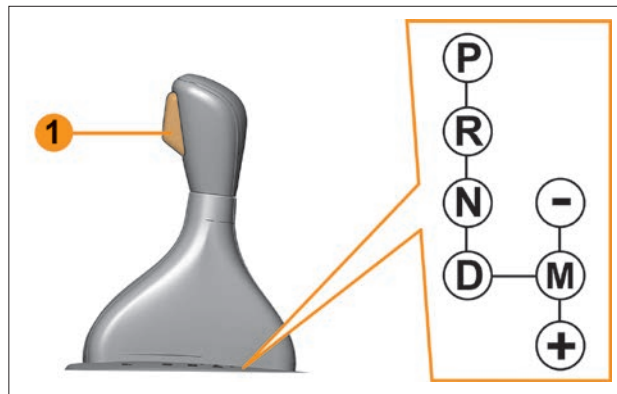
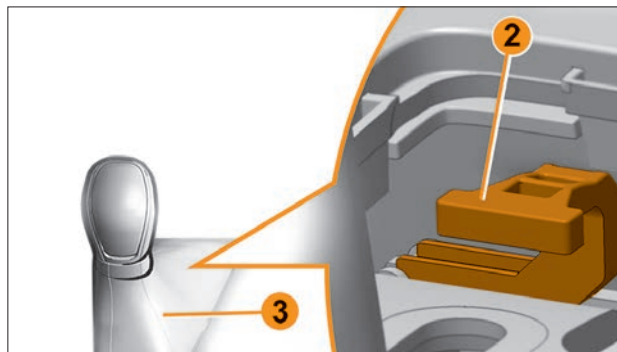

Рис. 5.6.1. Рычаг переключения передач автоматической трансмиссии
Рис. 5.6.2. Кнопка разблокировки рычага переключения передач автоматической трансмиссии
Нажмите на педаль тормоза и, нажав на кнопку расфиксации **1** (рис. 5.6.1), переведите рычаг переключения передач в положение **D**, при этом можно почувствовать небольшой толчок (при низких температурах эффект может усилиться), отпустите педаль тормоза и, медленно нажимая на педаль акселератора, начните движение. В большинстве случаев при обычных условиях движения Вам больше не потребуется пользоваться рычагом переключения передач: переключение передач будет проходить автоматически в нужный момент и при оптимальной частоте вращения коленчатого вала двигателя, так как автоматика учитывает нагрузку автомобиля, профиль дороги и выбранный Вами режим вождения.
Для перевода рычага переключения передач нужно нажать на кнопку принудительной разблокировки **2** (рис. 5.6.2), находящуюся под чехлом рычага **3**, и одновременно нажать на кнопку расфиксации **1** (см. рис. 5.6.1) на рукоятке.
Порядок действий для снятия блокировки рычага (см. рис. 5.6.2):
- Теперь при нажатии кнопки расфиксации **1** (см. рис. 5.6.1) Вы сможете перевести рычаг переключения передач из положения **P** в положение **N**.